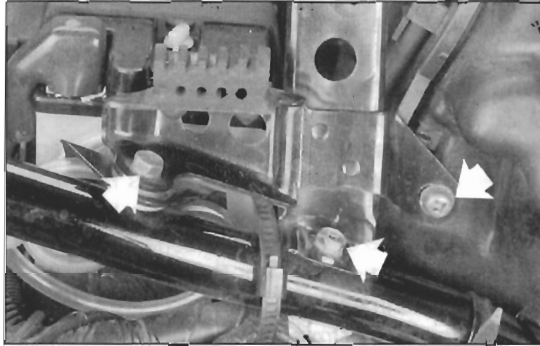

Bild 16
- Befestigungsschrauben des Tankauflagebügels ausdrehen und Bügel abnehmen (Bild 16).